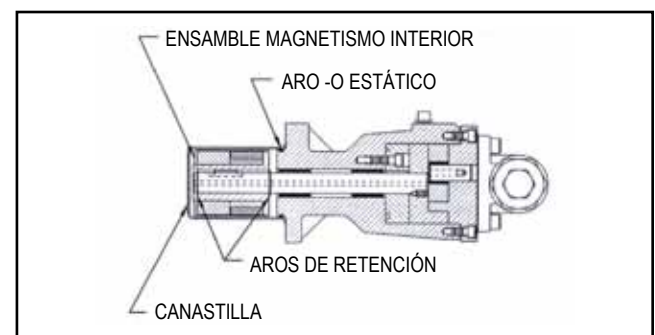

FIGURA 13
- Retire el aro de retención externo (el más próximo al extremo del eje) y haga deslizar hacia afuera el montaje del sistema magnético interior (Ver Figura 13). No olvide que se trata de un magnetismo muy fuerte. Si necesita desmontar la bomba, retire el segundo aro de retención externo.
- Deberá poder inspeccionar, de forma visual, los imanes exteriores desde el extremo del soporte. Si necesita sacarlos, en primer lugar retire los (4) tornillos (Ver Figura